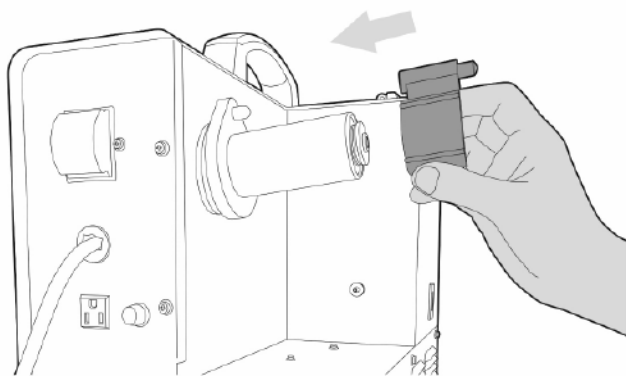

Рис. 8.3.3. Установка адаптера.
1. Установите фланцевый адаптер для катушки (арт. 100039), совместите отверстие адаптера и фиксатор катушки (см. рис. 8.3.3).